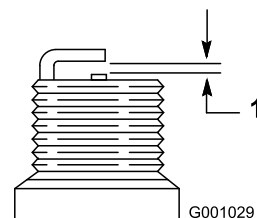

Figura 39
4. Setai spațiul dintre electrozi pe o nouă bujie la 0,76 mm conform (Figura 39).